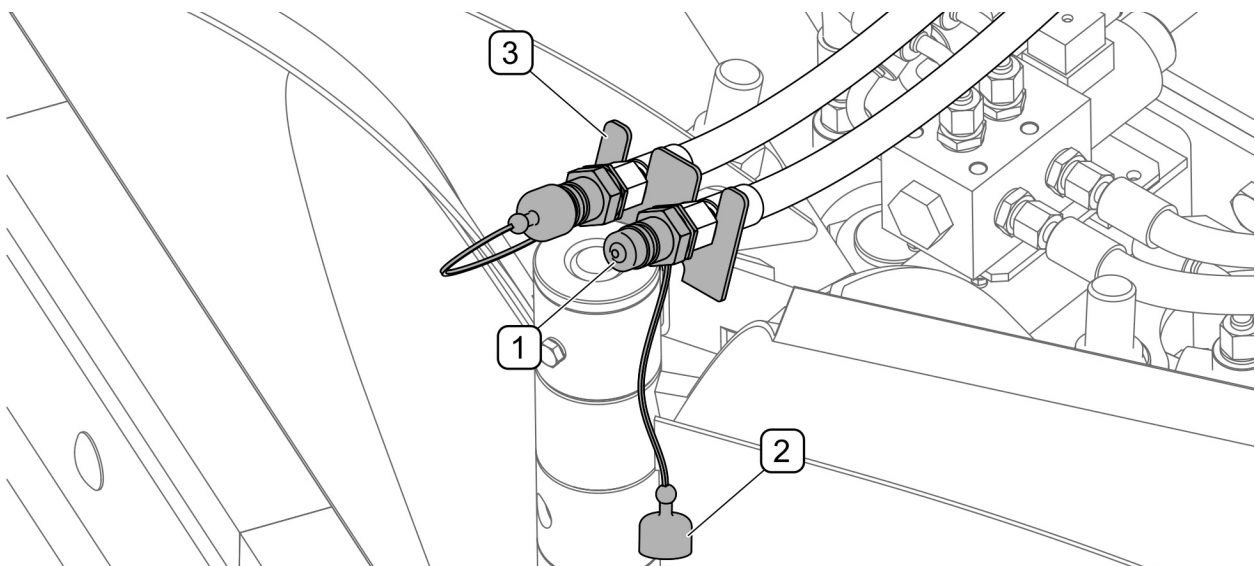

ABBILDUNG 4.12 Sicherung der Hydraulikanschlüsse
- Den Splint (3) und den Steckbolzen (2) *herausziehen*, den Stützfuß (1) absenken (insofern vorhanden), auf die entsprechende Höhe einstellen und sichern,
- Die Schnellkupplungen der Hydraulikleitungen mit den Verschlusskappen vor Verschmutzung schützen und die Leitungen in die entsprechenden Halterungen am Rahmen einlegen (ABBILDUNG 4.12),